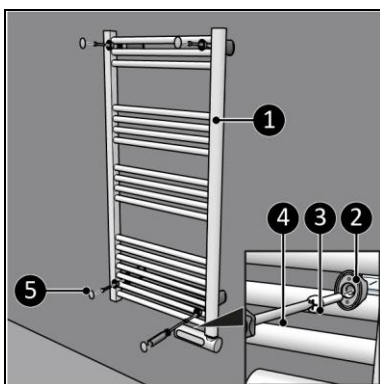

Figura 9
9. Așezați dispozitivul (Figura 9, poz. 1) peste suporturile de perete.
10. Înșurubați și strângeți dispozitivul cu patru șuruburi mari (Figura 9, poz. 3) pe suportul de perete folosind o șurubelniță Phillips (Figura 9, poz. 4).
11. Așezați cele patru capace de închidere (Figura 9, poz. 5).